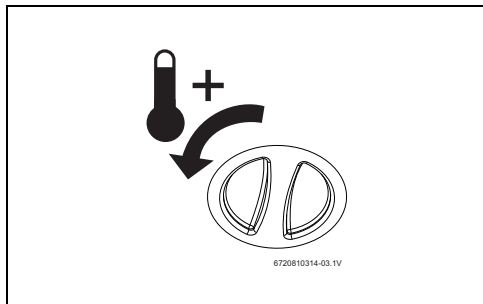

Fig. 13 Creșterea temperaturii
- ▶ Reglați limitatorul de temperatură la temperatura maximă. Termostatul se rotește către stânga până la opritor (→ Fig. 13).